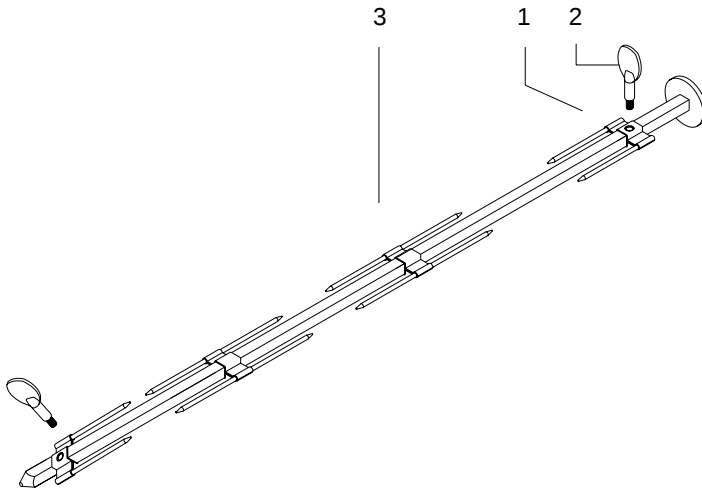

Fig.5
- Placez le pic simple (1) sur la broche (3) jusqu'à ce qu'il arrive sur l'arrêt de celle-ci et fixez le avec la vis (2) Fig.5
- Placez ensuite le poulet sur la broche en le fixant avec le pic placé avant introduisez sur la broche en pic double (4) et un poulet, répétez cette opération jusqu'au chargement de la broche et placez en dernier un pic simple et fixer le avec sa vis.